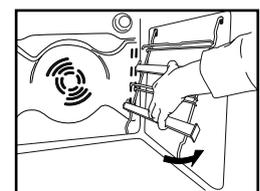

Abb. 4
4. Befestigen Sie die Einhängegitter wieder im Backofinnenraum (Abb. 4).